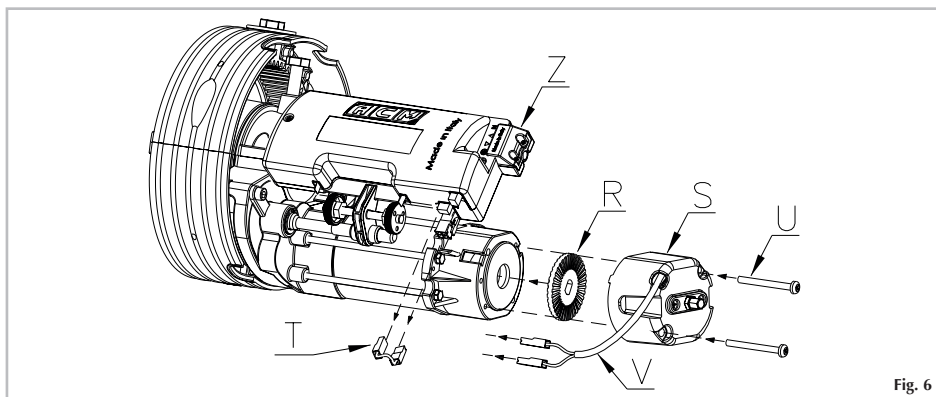

Fig. 6
- 1) Insert the brake (R) on the back of the electrical motor (see figure 6).
- 2) Fixing the electrobrake (S) to the motor through the screws M5x50 (U).
- 3) Remove the bridge (T) from the limit switch. **Do not damage the bridge pulling on the wire and keep it for future use**
- 4) Connect the electric cables (V) of the brake to the terminal of the limit switch.
- 1) Insérez le frein (R) à l'arrière du moteur électrique comme indiqué en fig.6
- 2) Fixer l'électro-frein (S) au moteur avec les vises M5x50 (U).
- 3) Enlever le pont (T) de fin de course. **Ne pas endommager le pont en tirant sur le fil et le conserver pour une utilisation future**
- 4) Connecter les câbles électriques (V) du frein à la borne de fin de course.
- 1) Insertar el frenos (R) en la parte posterior del motor eléctrico como mues la fig.6.
- 2) Fijar el electrofreno (S) al motor a través de los tornillos M5x50 (U).
- 3) Eliminar el Puente (T) del final de carrera. **No dañar el puente tirando del hilo y mantenerlo para su uso futuro**
- 4) Conectar los dos hilos electricos (V) del freno en el final de carrera.